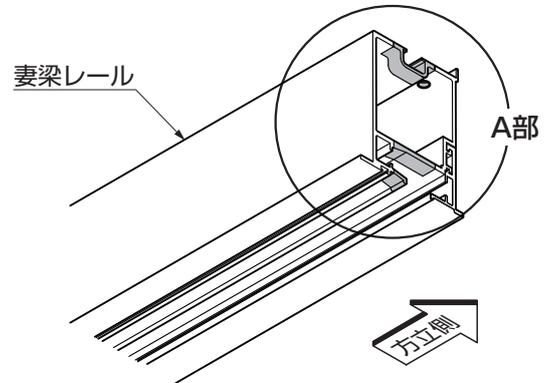
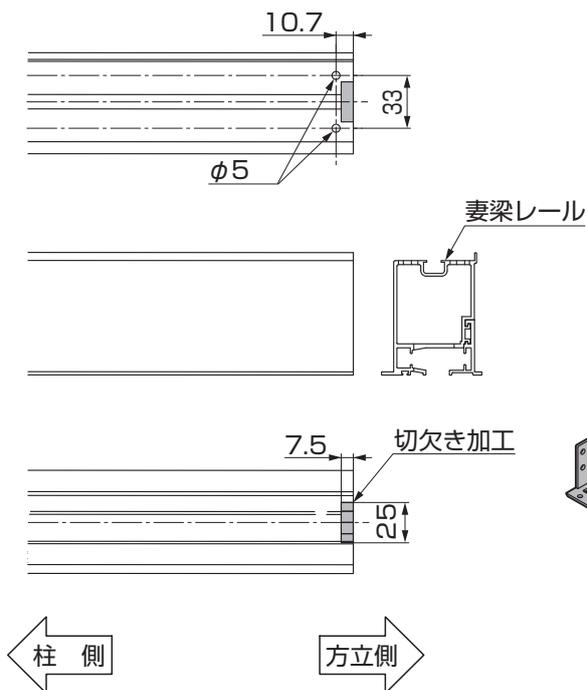

図10-2
図10-3 A部詳細図
- ①妻梁レールを方立移動距離に合わせて切断してください。
- ②切断後、図10-2、図10-3のように加工をしてください。
- ③妻梁取付金具を妻梁レールに「φ4×12トラスタッピンネジ3種」で取付けてください。